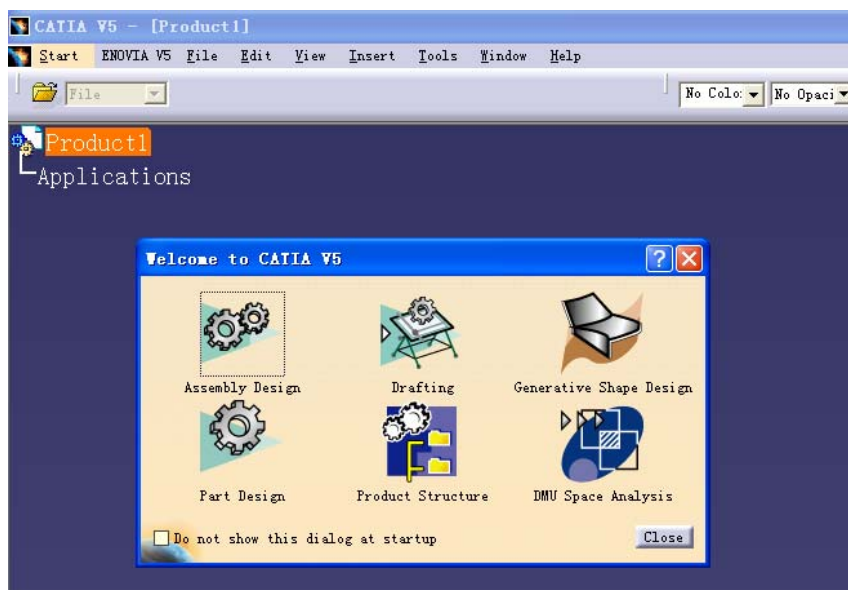

图 1-5
(4) 下次打开 CATIA 时, 出现如下窗口, 选择 Workbench 后直接进入(图 1-5)。